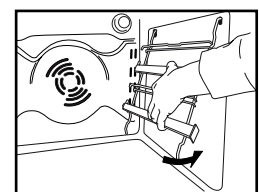

Fig. 4
4. Plasser sidestøttegitteret på plass i ovnsrommet (fig. 4).